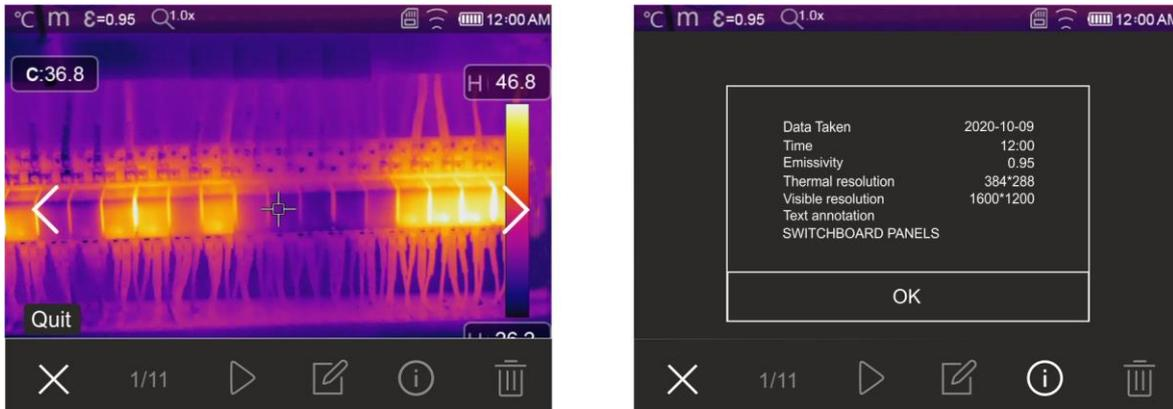

Fig. 52: Rellamada en el visualizador imágenes guardadas
1. Pulse la tecla  para entrar en la galería de las imágenes y vídeo guardados en la memoria del instrumento o en la tarjeta MicroSD. La pantalla de Fig. 52 – parte izquierda siguiente se muestra en el visualizador
3. Toque el icono “” para abrir la sección con la información en la imagen guardada. La pantalla de Fig. 52 – parte derecha se muestra en el visualizador